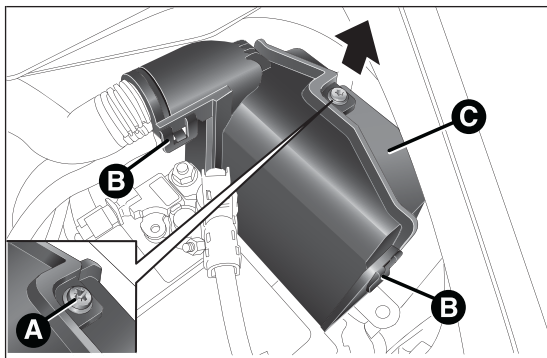

fig. 149
- dévisser la vis A fig. 149, libérer les languettes B et enlever par le haut le couvercle C. La numérotation qui identifie le composant électrique correspondant à chaque fusible est indiquée sur le couvercle. Après avoir remplacé un fusible, s'assurer d'avoir bien refermé le couvercle C de la centrale des fusibles.